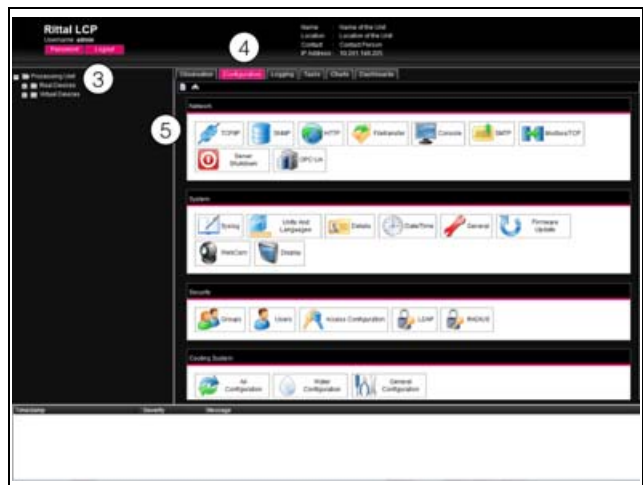

Abb. 76: Anpassen der TCP/IP-Einstellungen
Es erscheint das Übersichtsfenster des Geräts (Abb. 76).
- Klicken Sie im linken Teilbereich des Übersichtsfensters (Navigationsbereich) auf den Eintrag **Processing Unit** (Abb. 76, Pos. 3) und im rechten Teilbereich (Konfigurationsbereich) auf die Registerkarte **Configuration** (Abb. 76, Pos. 4).
- Klicken Sie im Gruppenrahmen **Network** auf die Schaltfläche **TCP/IP** (Abb. 76, Pos. 5).